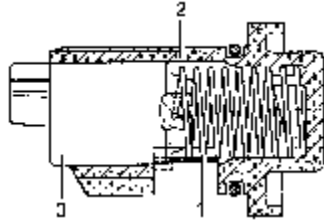

图 9-64 组装锁止机构
②把弹簧 1 装入壳体 2 中，经轻压向左旋转，至弹簧搭上壳体底部，把套筒 3 放到弹簧上，以使弯曲的弹簧端位于槽中，如图 9-64 所示。弹簧随着套筒 3 受压，向左绕着旋转约一圈，至套筒凸肩位于壳体 2 中的槽孔上方，把套筒 3 凸肩压入到壳体 2 的槽中直至挡块。把套筒 3 朝右绕一圈并放开；套筒 3 会弹跳到安装位置中。